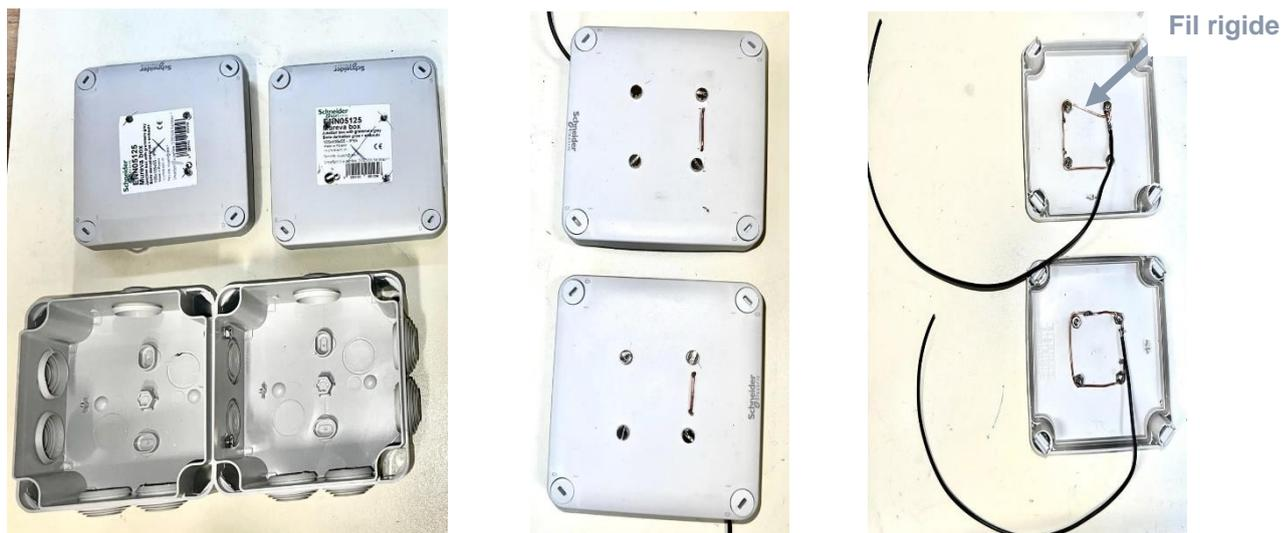

Figure 2 : Schéma de la première partie de la réalisation du testeur
- Raccorder les 4 vis à l'aide du fil rigide à l'intérieur du couvercle (Voir figure 2).